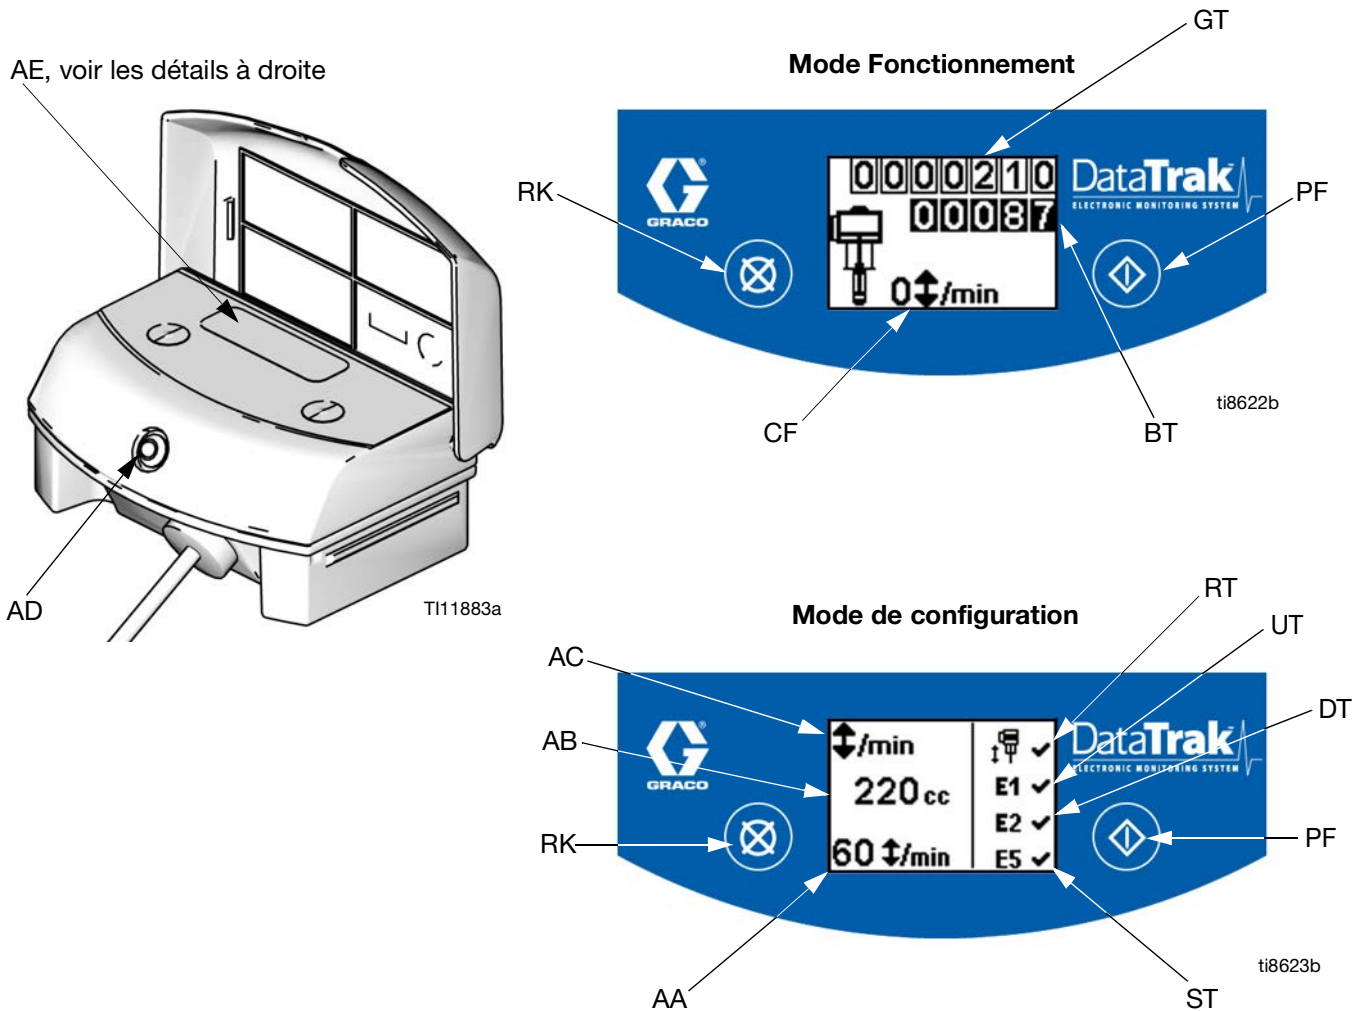

FIG. 7. Commandes et voyants du DataTrak
Légende pour la FIG. 7
1. Voir la FIG. 7. Appuyer et maintenir 5 secondes sur  jusqu'à ce que le menu Setup (Configuration) apparaisse.
REMARQUE : En cas d'emballement, les codes d'erreur E1, E2, et E5 sont enclenchés et ✓ s'affiche sur l'écran de configuration. Voir la FIG. 7.
1. Voir la FIG. 7. Si l'emballement de la pompe se produit, le solénoïde d'emballement s'enclenchera, arrêtant ainsi la pompe. La DEL (AD) clignotera et l'écran (AE) indiquera une condition d'emballement (voir le Tableau 1). L'affichage fera apparaître une suite de six écrans d'instructions.
3. Écrans d'emballement 3 et 4 : Une fois l'air entièrement purgé, pousser sur le bouton de libération de l'électrovanne (J) pour réinitialiser la vanne d'air. Le bouton ressortira une fois la vanne d'air de nouveau comprimé.
5. Ouvrez la vanne d'air principale (E) pour redémarrer la pompe.
REMARQUE : Pour désactiver la surveillance de la protection contre l'emballement, passer en mode de configuration et mettre la valeur d'emballement à 0 (zéro) ou basculer (RT) sur arrêt  (voir FIG. 7).
1. Voir la FIG. 7. Pour entrer en mode Amorçage/Rinçage, appuyer sur n'importe quelle touche pour activer l'écran, puis appuyer sur . Le symbole Amorçage/Rinçage apparaîtra dans l'écran et la DEL clignotera
2. En mode Amorçage/Rinçage, la protection contre l'emballement est désactivée et le totalisateur de lots (BT) ne compte pas. Le totalisateur général (GT) continue de compter.
Voir la FIG. 7. Le dernier caractère du totalisateur de lots (BT) représente les dixièmes de gallons ou de litres. Pour réinitialiser le totalisateur, appuyer sur une touche pour activer l'écran,
Voir la FIG. 7. L'affichage (AE) s'éteindra après 1 minute d'inactivité en mode de fonctionnement ou après 3 minutes en mode de configuration. Appuyer sur n'importe quelle touche pour allumer l'écran.
Le DataTrak peut diagnostiquer plusieurs problèmes avec la pompe. Lorsque le dispositif de contrôle détecte un problème, la DEL (AD, FIG. 7) clignote et un code de diagnostic apparaît dans l'écran. Voir le Tableau 1.